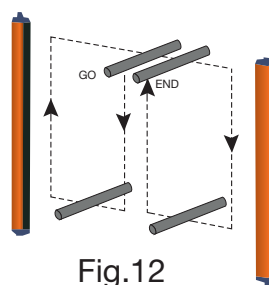

Fig.12
- El ESPE permanezca bloqueado (▶ I) interceptando los rayos en el área de protección, utilizando las piezas de prueba adecuadas y siguiendo el esquema de la Fig.12.